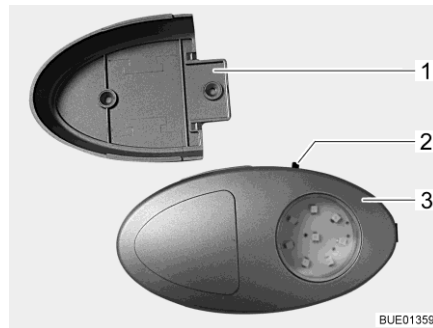

Bild 81 Klädskåpslampa/ficklampa
- ▷ Klädskåpslampan kan dras ut från skruvhållaren (Bild 81,1) och användas som ficklampa.
På-/av-brytaren (Bild 81,2) sitter direkt på klädskåpslampan (Bild 81,3).